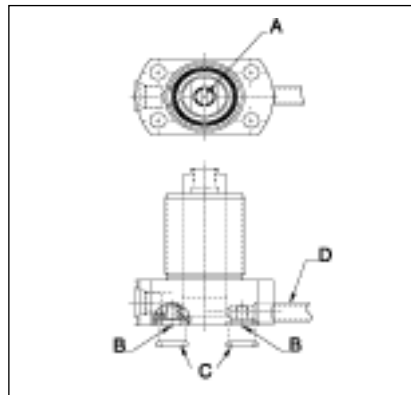

Figure 2
- Pour installer les supports, les visser sur la machine, utiliser les écrous de blocage ou boulonner la bride sur la machine. Monter le support de travail de façon à ce que la tige soit à environ la moitié de sa course lorsqu'elle entre en contact avec la pièce à usiner dans la machine. Si le support doit être monté avec un bloc foré de raccordement hydraulique monté sur l'orifice inférieur de la machine, retirer le bouchon fileté et le joint en cuivre de l'orifice (voir article B, figure 2). Lubrifier le joint torique fourni et l'installer (voir figure 2) dans le contre-alésage du tour de l'orifice avant de monter et de boulonner le support de travail. Veiller à ce que le joint torique ne soit pas pincé ou endommagé en cours de montage, ce qui pourrait causer une fuite. Pour s'assurer que le support de bloc foré ne fuit pas, la tolérance de planéité de la surface de montage de la machine doit être de 0,08 mm et la rugosité ne doit pas excéder 32 Ra 0,8.
- Si des produits de refroidissement d'usinage, des débris, et des copeaux risquent de pénétrer dans le vérin par l'orifice d'aération (voir figure 2), plonger un flexible dans cet orifice dont l'autre extrémité aboutit à l'abri des contaminants.